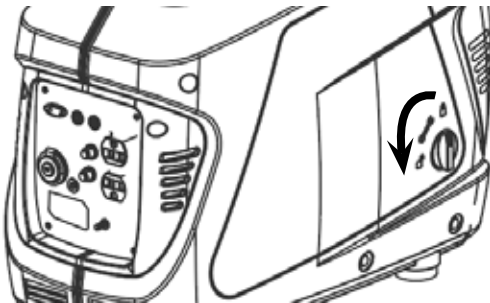

Figure 1: Panneau de service du moteur
1. Tournez le bouton de verrouillage sur le panneau d'accès au moteur et mettez-le de côté (voir la figure 1).